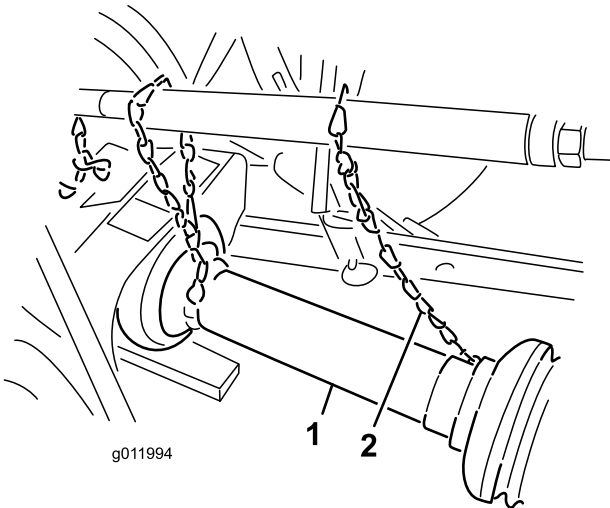

Figure 7
5. Accrochez les chaînes de sécurité des sections de l'arbre de commande aux clips soudés sur les bras d'attelage ou les protections de la PDF (Figure 7).